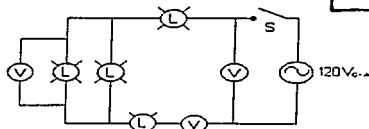

Figura 5
14. Armar el circuito mixto de la figura 5.
15.	Armó el circuito mixto de la figura 5.